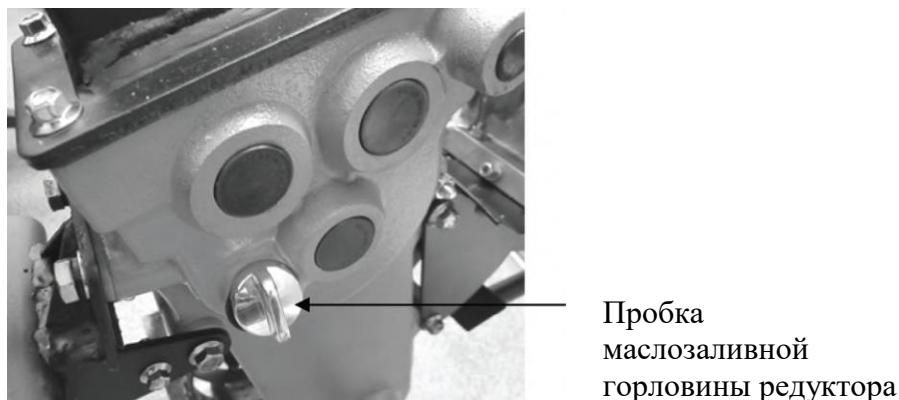

Рисунок 7 – Редуктор
2. Открутите пробку маслозаливной горловины редуктора (рисунок 7).